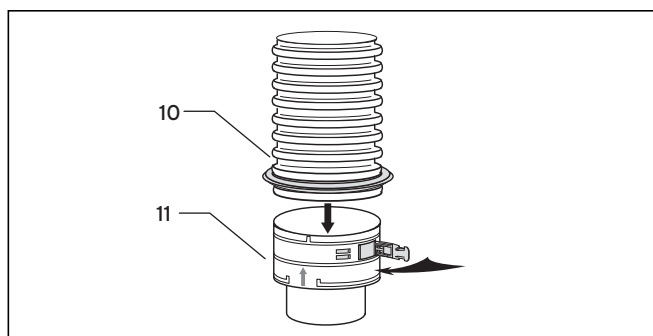

Fig. 6.23 Elemento encajable con conducto flexible de evacuación de gases
- Proceda como en el montaje del elemento encajable (ver fig. 6.23).